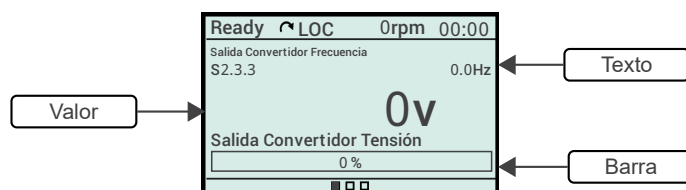

Figura 8.12: Visualización en línea
- **Línea:** Es posible exhibir una variable de lectura en el formato **texto**, **valor** o **barra**. La Figura 8.12 en la página 8-6 presenta un ejemplo con los 3 formatos.